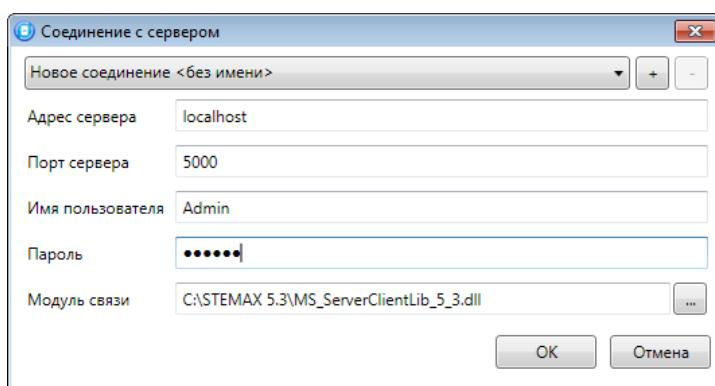

Рисунок 4.13 — Подключение к серверу STEMAX
**Шаг 1:** установите подключение к серверу STEMAX. Для этого в меню *Файл* выберите *Подключиться к серверу ПЧН или* нажмите кнопку  . В окне авторизации (см. рисунок 4.13) введите данные в соответствии с таблицей 4.1 и нажмите кнопку *OK*.